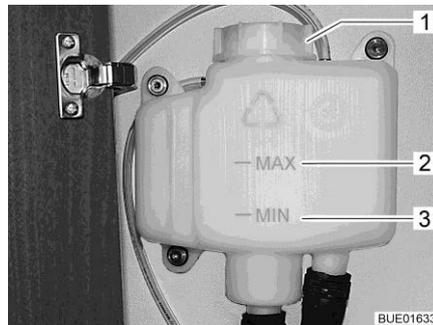

Fig. 214 Recipiente de compensación sin panel
- Comprobar si en el recipiente de compensación (Fig. 214) el líquido está entre las marcas "MIN" (Fig. 214,3) y "MAX" (Fig. 214,2).
- Abrir la tapa giratoria (Fig. 214,1) del recipiente de compensación.